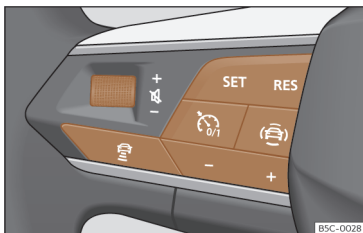

Fig. 131 No volante multifunções: botões para utilizar o ACC.
- Pressione o botão  do volante multifunções >>> **Fig. 131**.
- Para começar a regulação pressione o botão **SET** >>> **Fig. 131**.
Para programar a velocidade pressione os botões + ou - >>> **Fig. 131** até à velocidade pretendida. O ajuste de velocidade realiza-se em intervalos de 10 km/h (5 mph).
- Pressionar o botão  e, em seguida, o botão + ou - >>> **Fig. 131**.
- Pressione brevemente o botão  >>> **Fig. 131** ou pressione o pedal do travão.